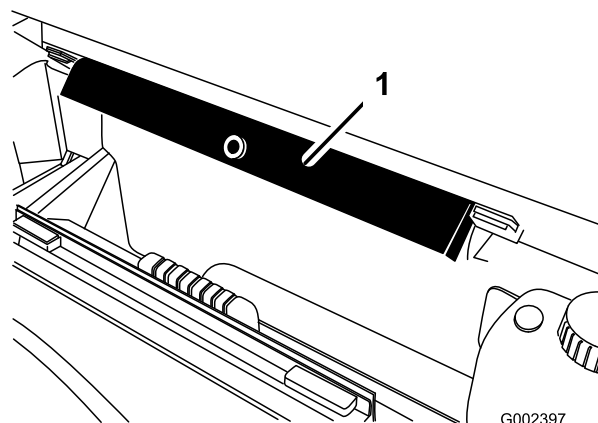

Figura 97
8. Retire o suporte da plataforma dos suportes existentes na parte de trás do painel do sistema ROPS (Figura 97).